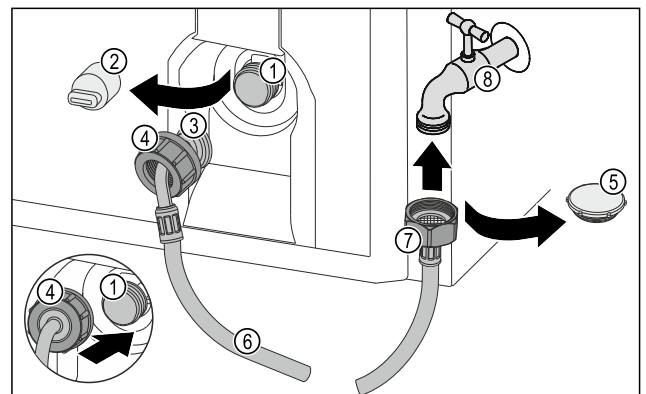

Fig. 23
- Verschlusskappe Fig. 23 (5) entfernen.
- Gerades Schlauchende Fig. 23 (7) am Wasserhahn Fig. 23 (8) ansetzen.
- ▶ Mutter am geraden Schlauchende *Fig. 23 (7)* im Uhrzeigersinn festziehen.